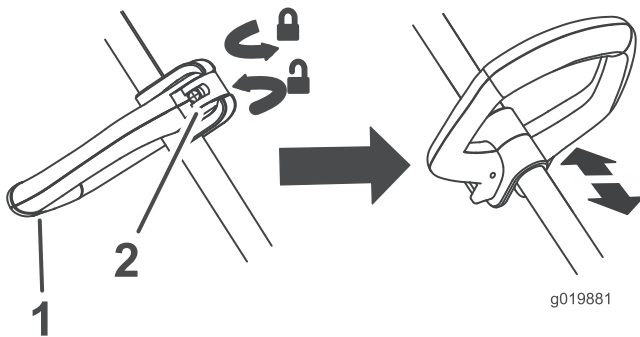

Figura 8
- Para ajustar la altura de la empuñadura auxiliar, abra el pestillo de la empuñadura auxiliar, deslice la empuñadura auxiliar hacia arriba o hacia abajo hasta obtener la altura deseada y sujete la empuñadura en su sitio cerrando el pestillo (Figura 8).